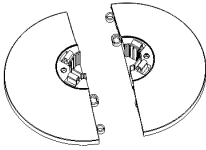

Abb.1
- a. Fügen Sie den hinteren und den vorderen Sockel zusammen (siehe Abb. 1).